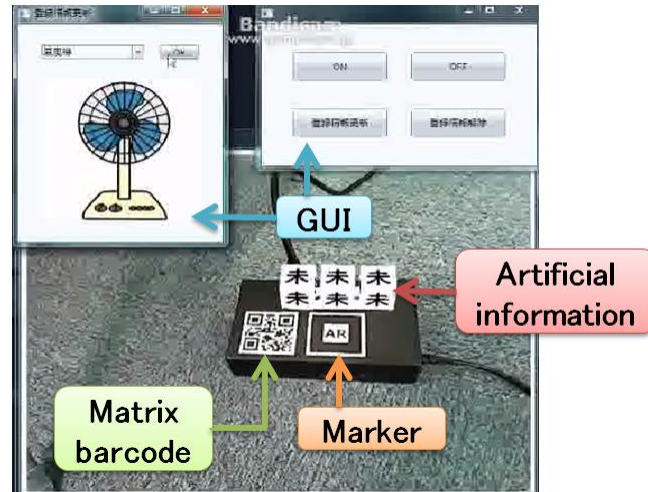

図 2：使用時の PC 画面のイメージ
4. コンセント差込口をクリックすることで、図 2 右側の GUI を表示
5. 登録情報更新ボタンをクリックすることで、図 2 左側の GUI を表示